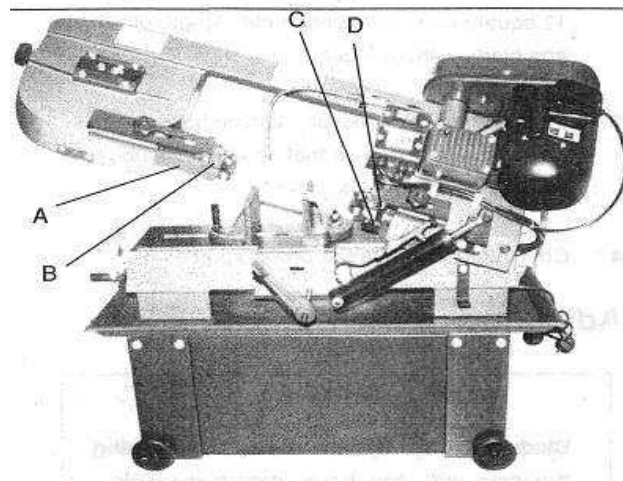

Fig.10
3. Retirez l'ensemble protège-lame rouge (A, Fig. 10) en retirant deux vis (B).